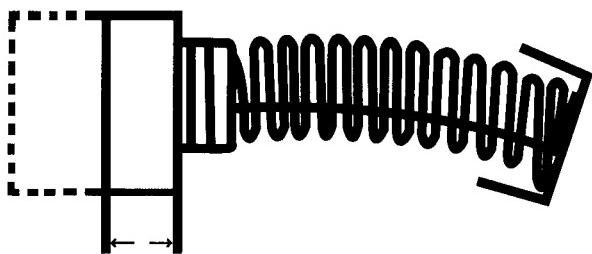

Figura 10 – Desgaste de una escobilla de carbono
1. Recambie las escobillas de carbono cuando se hayan gastado hasta unos 6 mm ( $\frac{1}{4}$  pulg.) o echarán chispas. Ambas escobillas deben reemplazarse al mismo tiempo (Figura 10).